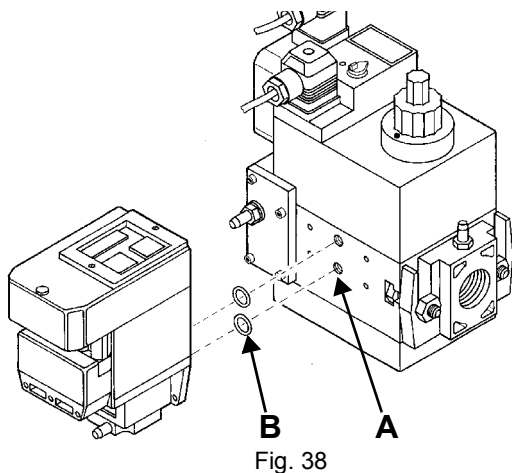

Fig. 38
- 2 togliere le viti di chiusura del gruppo Multibloc (Fig. 38-A);
- 3 inserire gli anellini di tenuta (10,5 x 2,25) nel VPS 504 (Fig. 39-B, Fig. 38-B);
- 4 avvitare le 4 viti del controllo di tenuta (M4 x 16) Fig. 38-C.